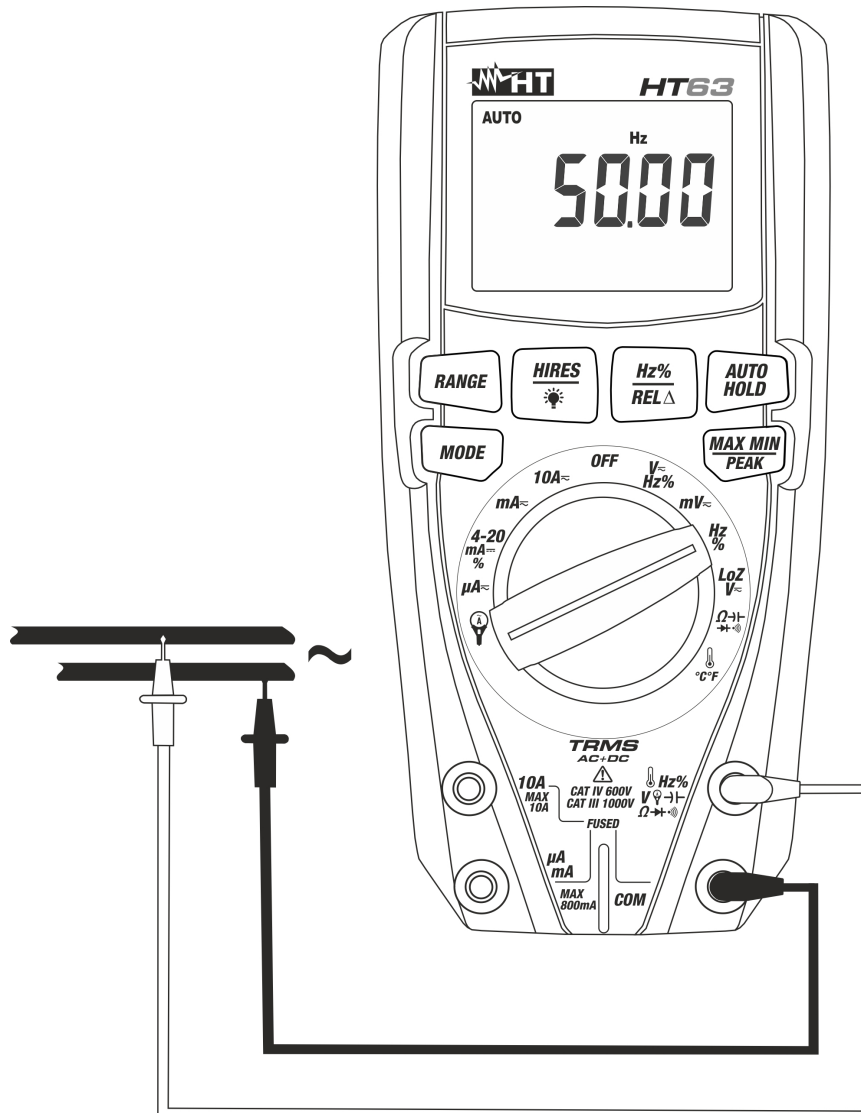

Abb. 5: Verwendung des Gerätes für Frequenz- und Duty Cycle-Messungen
4. Verbinden Sie die rote Messleitung und die schwarze Messleitung mit den gewünschten Messpunkten des zu messenden Kreises (siehe Abb. 5). Der Wert der Frequenz (Hz) oder des Duty Cycle (%) erscheint auf dem Display. Der Bargraph ist bei diesen Funktionen nicht aktiv.